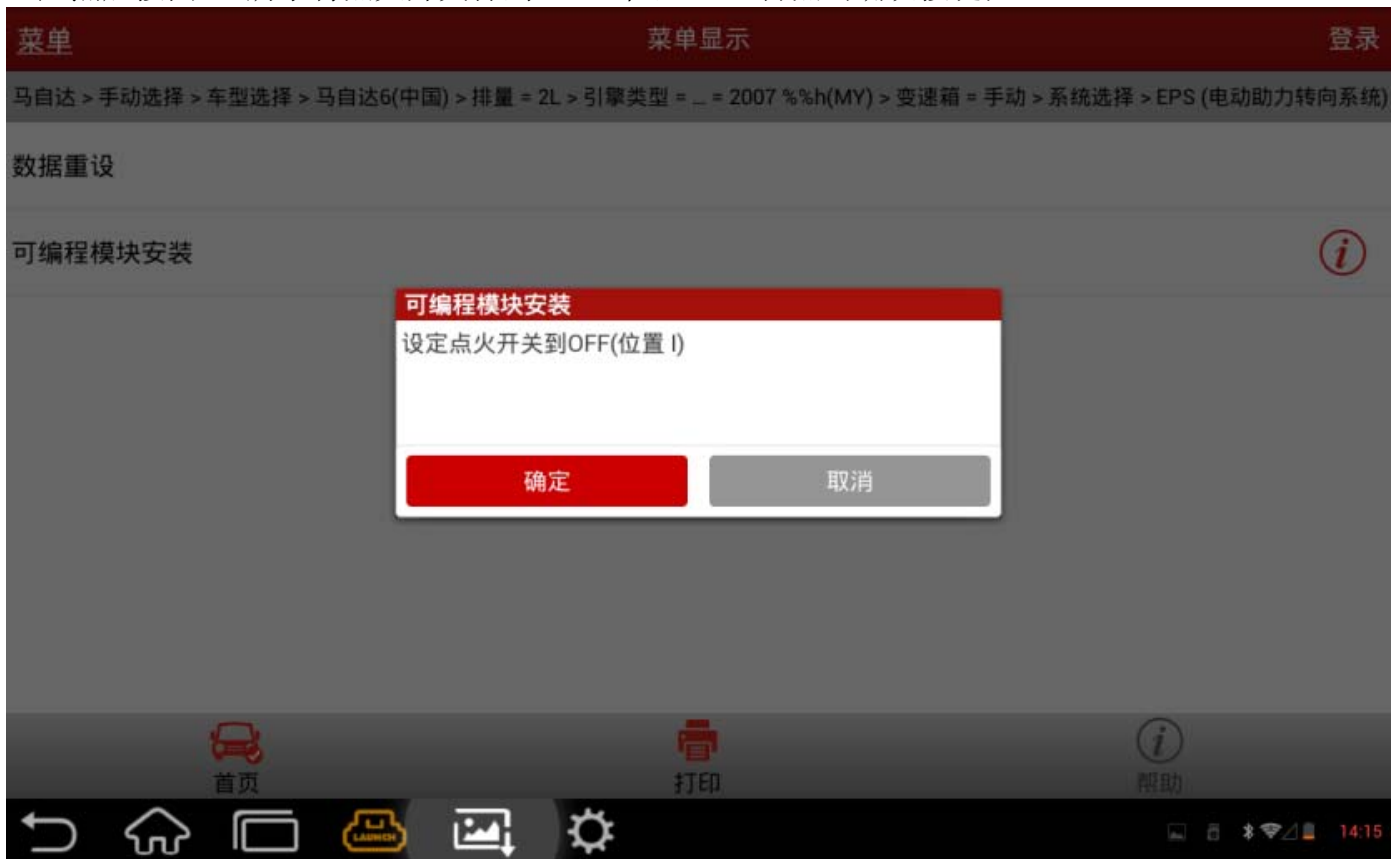

图 10
21). 然后按图 10 所示将点火开关打到 OFF（位置 I），再点击确认按钮；